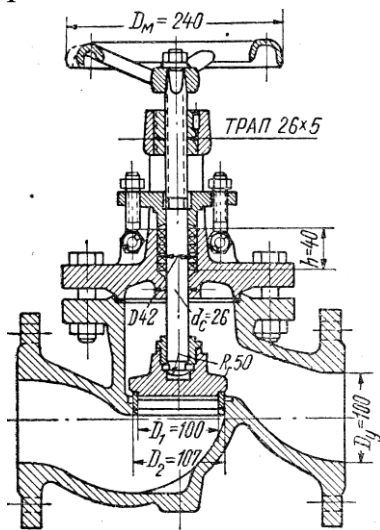

Рис. 14
35. Определить усилие вдоль шпинделя, необходимое для закрывания вентиля $D_y = 100$ мм; $p_y = 1,6$ МПа, конструкция и размеры которого, необходимые для расчета, приведены на рис. 14.
36. Определить момент на маховике, необходимый для закрывания вентиля $D_y = 100$ мм; $p_y = 1,6$ МПа, конструкция и размеры которого, необходимые для расчета, приведены на рис. 14. Усилие вдоль шпинделя $Q_0 = 232$ кН, сила трения в сальнике $T = 7,4$ кН; радиус шаровой опоры $R_r = 50$ мм; материал шпинделя – сталь Ст.5.